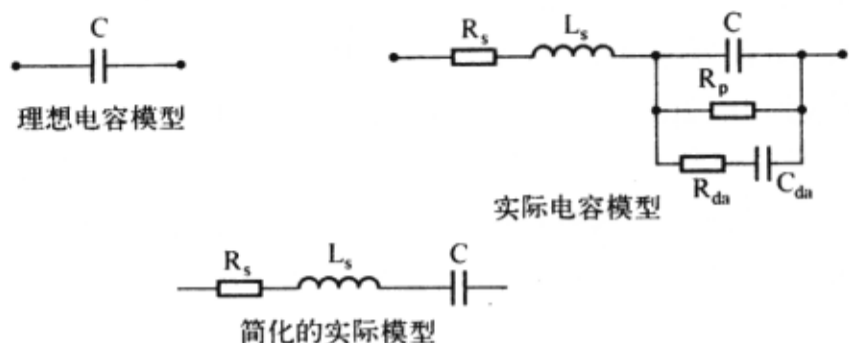

图 1-12-15 电容的各种等效模型
1) 电容的频率特性 对于理想的电容器来说, 不考虑寄生电感和电阻的影响, 则在电容设计上就没有任何顾虑, 电容的值越大越好。但实际情况却相差很远, 并不是电容越大对高速电路越有利, 反而小电容才能被应用于高频。理解这个问题, 首先必须了解实际电容器本身的特性, 如图 1-12-15 所示, 可以看到实际的电容器要比理想的电容复杂得多, 除了包含寄生的串联电阻  $R_s$  (ESR), 串联电感  $L_s$  (ESL), 还有泄漏电阻  $R_p$ , 介质吸收电容  $C_{da}$  和介质吸收电阻  $R_{da}$  等。泄漏电阻  $R_p$  也称为绝缘电阻, 值越大, 泄漏的直流电流越小, 性能也越好, 一般电容的  $R_p$  都很大 ( $G\Omega$  级以上), 所以在一般考虑问题时可以忽略。介质吸收的等效 RC 电路反映了电容介质本身的特性, 是一种有滞后性质的内部电荷分布, 它使快速放电然后开路的电容器恢复一部分电荷, 所以介质吸收太大的电容不能应用于采样保持电路。
对电容的高频特性影响最大的则是 ESR 和 ESL, 通常采用图 1-12-15 中简化的实际模型。电容也可以看做一个串联的谐振电路, 其等效阻抗和串联谐振频率为